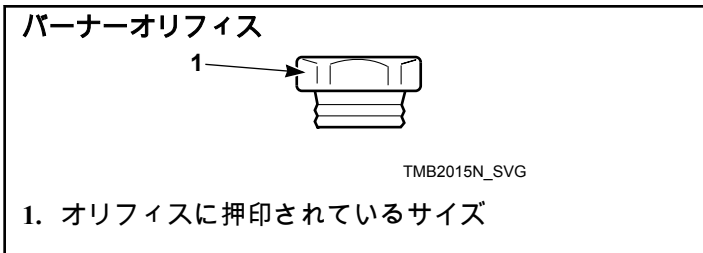

図 14
3. 新しい適切なバーナーオリフィスを取り付けます。図14を参照してください。それぞれ 9-10 Nm で締めます。
4. スパッドホルダの部品をガスバルブに戻します。バーナー口とバーナーチューブの開口部が曲がっていないか確認してください。図14を参照。